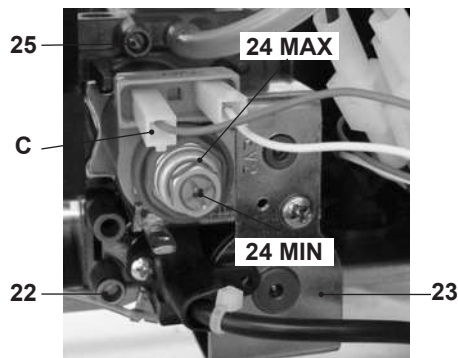

Fig. 7.3
- A caldaia spenta (fuori servizio), controllare la pressione di alimentazione utilizzando la presa 22 in Fig. 7.3 e confrontare il valore letto con quelli riportati nella tabella Pressioni di alimentazione gas nella sezione "Dati tecnici" pag. 22.
- Richiudere bene la presa di pressione 22 in Fig. 7.3.
- Aprire la presa di pressione 25 in Fig. 7.3 e collegare un manometro.
- Confrontare il valore di pressione misurato con quello indicato nelle tabelle "Pressione gas massima al bruciatore" Fig. 7.4 e Fig. 7.5. Per tarare la pressione al bruciatore agire sul dado esagonale grande in ottone dell'operatore modulante 24 max in Fig. 7.3 (ruotando in senso orario la pressione aumenta).
- Sconnettere il filo di alimentazione C dell'operatore modulante 24. Fare attenzione che non vada a toccare le parti metalliche della caldaia Fig. 7.3.
Per tarare la pressione al bruciatore agire sulla vite in plastica (24 MIN. in Fig. 7.3) tenendo fermo il dado esagonale in ottone grande (24 MAX. in Fig. 7.3) dell'operatore modulante (ruotando in senso orario la pressione aumenta).
- Collegare il filo di alimentazione C in Fig. 7.3 dell'operatore modulante.
- **Chiudere molto bene la presa di pressione 25 in Fig. 7.3.**
- Aprire la presa di pressione in Fig. 7.3 e collegare un manometro.
- Chiudere bene la presa di pressione 25 indicata in Fig. 7.3.